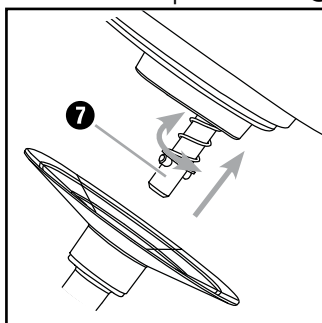

Bild 1 Montera tillbehör
- 4) Beroende på vad du ska göra monterar du degkroken **10**, ballong- **11** eller grovvispen **12** på drivaxeln **7** (Bild 1) :